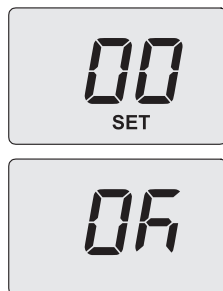

Рис. 7.12
- На дисплее отобразится надпись **SET** (Рис. 7.12).
- На дисплее в течение 3 сек. отобразится надпись **Ok** (Рис. 7.12), с последующей визуализацией перечня параметров.